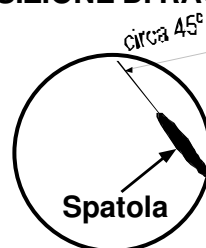

Fig. 2
8. Al termine dell'impasto (qualche secondo), raccogliere il composto di alginato depositatosi sulla parete interna della tazza, spostando il lato della spatola dal fondo verso il bordo superiore della tazza (Fig. 2).